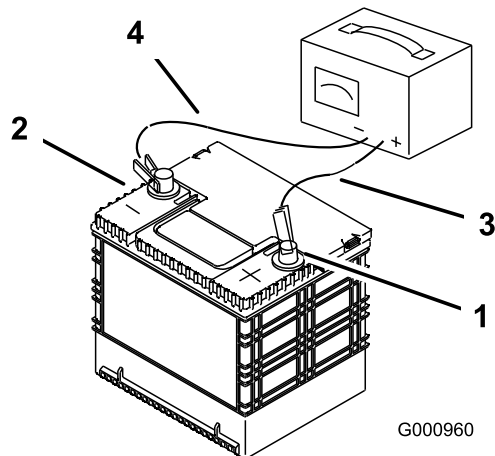

Figura 52
3. Quando a bateria estiver totalmente carregada, desligue o carregador da tomada eléctrica e em seguida desligue os cabos do carregador dos bornes da bateria (Figura 52).